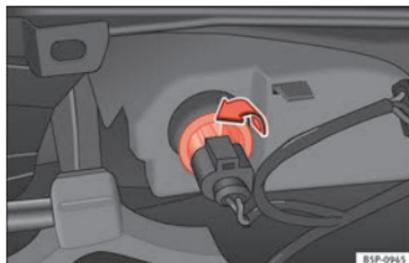

Fig. 188 Piloto por el lado interior del parachoques.
- Gire el portalámparas a la izquierda y extráigalo en el sentido de la flecha » fig. 188.